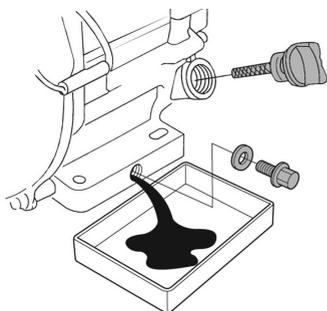

Рис. 18 Замена масла в двигателе
4. Очистите от загрязнений зону вокруг маслосливной горловины. Извлеките крышку-щуп из маслосливной горловины (Рис. 18) и протрите щуп чистой ветошью.
5. Открутите пробку для слива масла и слейте отработанное масло в подготовленную для этого емкость (Рис. 18).